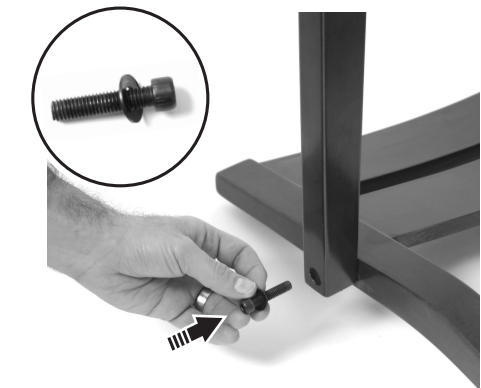

Figure 11
8. Attach the right arm frame (D) to the back frame (A) using one of the back frame bolts (G) and one flat washer (L), as shown in figure 11. THEN, TIGHTEN ALL THREE BOLTS SECURING THE RIGHT ARM FRAME (D) TO THE SEAT FRAME (B) AND THE BACK FRAME (A) using the supplied hex key (N), as shown in figures 12 and 13.
8. Fixer le cadre d'accoudoir droit (D) au cadre de dossier (A) avec une vis de cadre de dossier (G) et une rondelle plate (L), comme illustré à la figure 11. SERRER ENSUITE LES TROIS VIS QUI FIXENT LE CADRE D'ACCOUDOIR DROIT (D) AU CADRE D'ASSISE (B) ET AU CADRE DE DOSSIER (A) avec la clé hexagonale fournie (N), comme illustré aux figures 12 et 13.